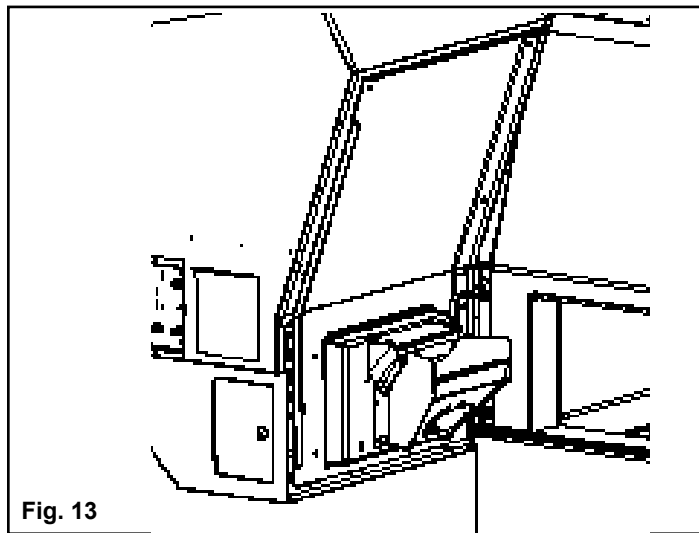

Fig. 13
2. Ouvrir trémie plaque oscillante comme le montre la Fig. 13